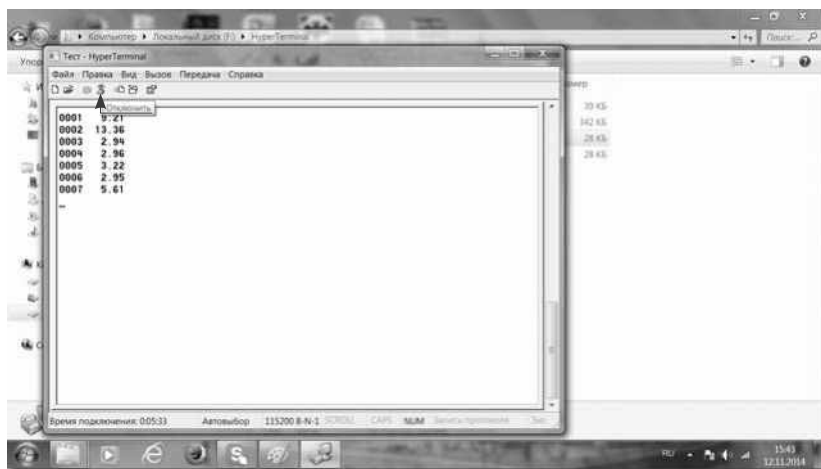

Рис. 29
4.13. Для завершения подключения нажмите на значок «Телефончик с поднятой трубкой» и разорвите текущее подключение (рис. 29).